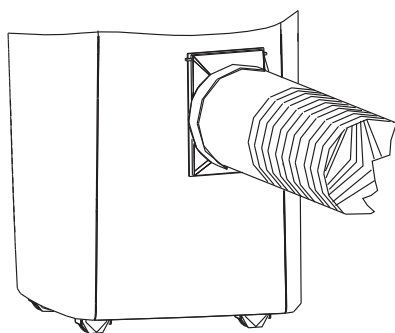

Fig. 10
11. El ensamblaje del conducto de escape de aire y sus accesorios está completo, como se muestra en la Fig. 10.